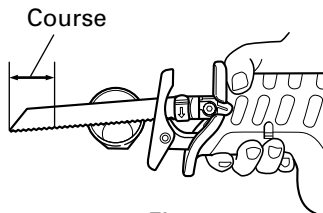
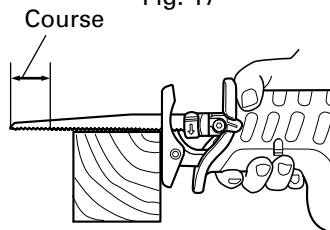

Fig. 16
Fig. 18
- Sélectionner une lame de la longueur appropriée. Idéalement, la longueur qui ressort du socle de la lame après soustraction de la distance de course doit être plus grande que le matériau (voir Fig. 16 et Fig. 18).